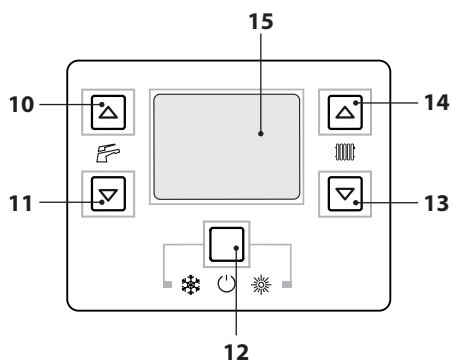
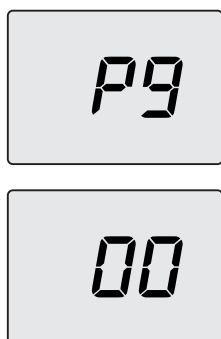

Figura 7.2
Figura 7.4
- Entre en la "modalidad de programación" pulsando simultáneamente durante 10 segundos los botones 12-13-14 (Figura 7.2) hasta que aparezcan en el display LCD las letras **P01** que se alternan con el valor del parámetro, indicando que se ha entrado en el "parámetro 01" (Figura 7.3).
- Pulse el botón 13 o 14 (Figura 7.2) para desplazar los parámetros hasta el parámetro **P09** (deshollinador) (Figura 7.4).
- Pulse simultáneamente los botones 12 y 14 para visualizar el valor **00** (deshollinador no activado) (Figura 7.4). Utilice los botones 10 o 11 para cambiar este valor a **01** (deshollinador activado al mínimo en calefacción) y pulse el botón 12 para confirmar. El display muestra **LP** alternado con la temperatura mínima del agua sanitaria (Figura 7.5).
- Utilice los botones 13 o 14 (Figura 7.2) hasta llegar al estado **dP** (deshollinador activado al máximo en agua sanitaria) y pulse el botón 12 para confirmar. El display muestra **dP** alternado con la temperatura máxima en agua sanitaria.
- Pulse el botón 14 (Figura 7.2) para desplazar los parámetros hasta el parámetro **P09** (deshollinador) (Figura 7.4).
- Utilice los botones 14 o 13 (Figura 7.2) para aumentar o reducir el valor. Espere 3 segundos para que se establezca la presión del gas y luego vea el valor indicado en el manómetro de gas. **Recuerde mantener la evolución ascendente.**
- Pulse el botón 11 (Figura 7.2) durante 5 segundos para memorizar el valor.
- Pulse el botón 10 (Figura 7.2) para pasar a la calibración del mínimo de gas. El display muestra S-L alternado con el parámetro de potencia mínima absoluta (Figura 7.12).
- Utilice los botones 14 o 13 (Figura 7.2) para aumentar o reducir el valor. Espere 3 segundos para que se establezca la presión del gas y luego vea el valor indicado en el manómetro
- Pulse el botón 10 (Figura 7.2) para comprobar el valor máximo definido y corregirlo en caso necesario, siguiendo el procedimiento descrito previamente.
- Pulse el botón 10 (Figura 7.2) para comprobar el valor mínimo definido y corregirlo en caso necesario, siguiendo el procedimiento descrito previamente.